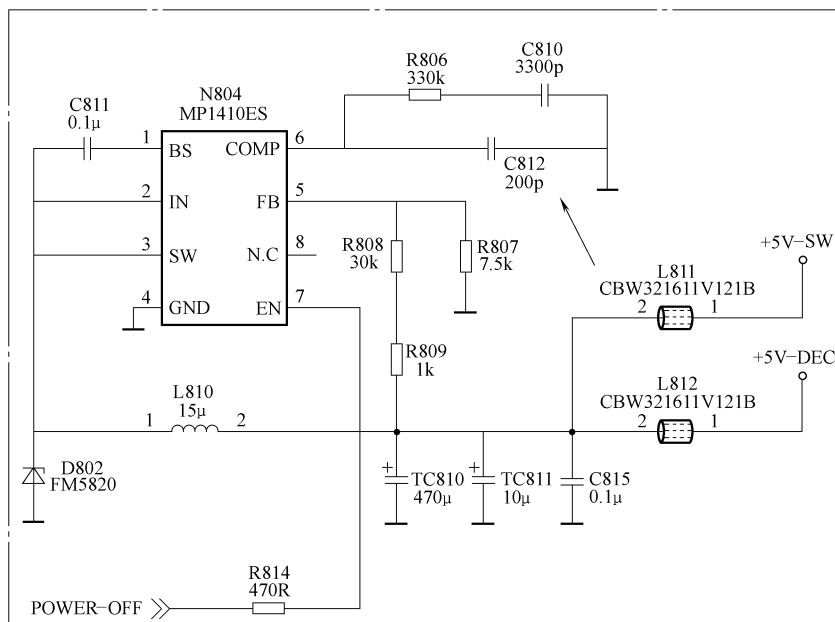

图 5-82 电容 C812 相关电路截图
- 2) 电容 C812 相关电路截图如图 5-82 所示。